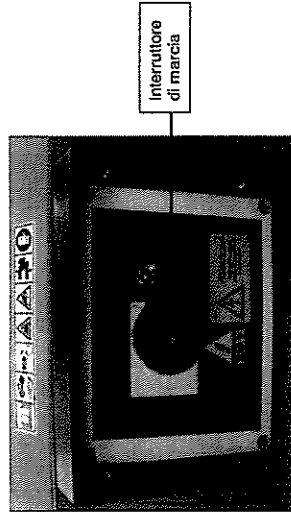

Fig. 4.7.1.1
- Che la macchina non sia collegata alla rete elettrica oppure che l'interruttore di marcia sia in posizione 0 (vedi Fig. 4.7.1.1)